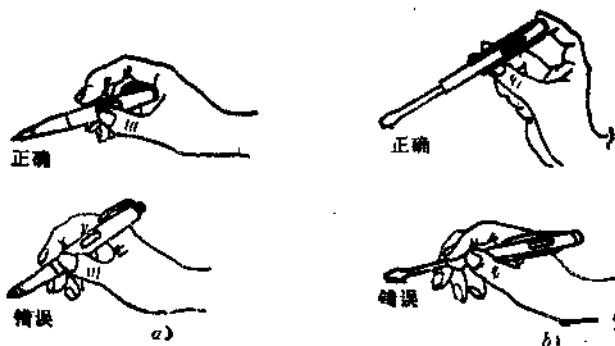

图1-3 电笔握法
- (1) 使用前，先要在有电的电源上检查电笔中的氖泡能否正常发光。
- (2) 使用时，必须按照图1-3所示的方法把笔握妥，以手指触及笔尾的金属体，使氖管小窗背光朝向自己。